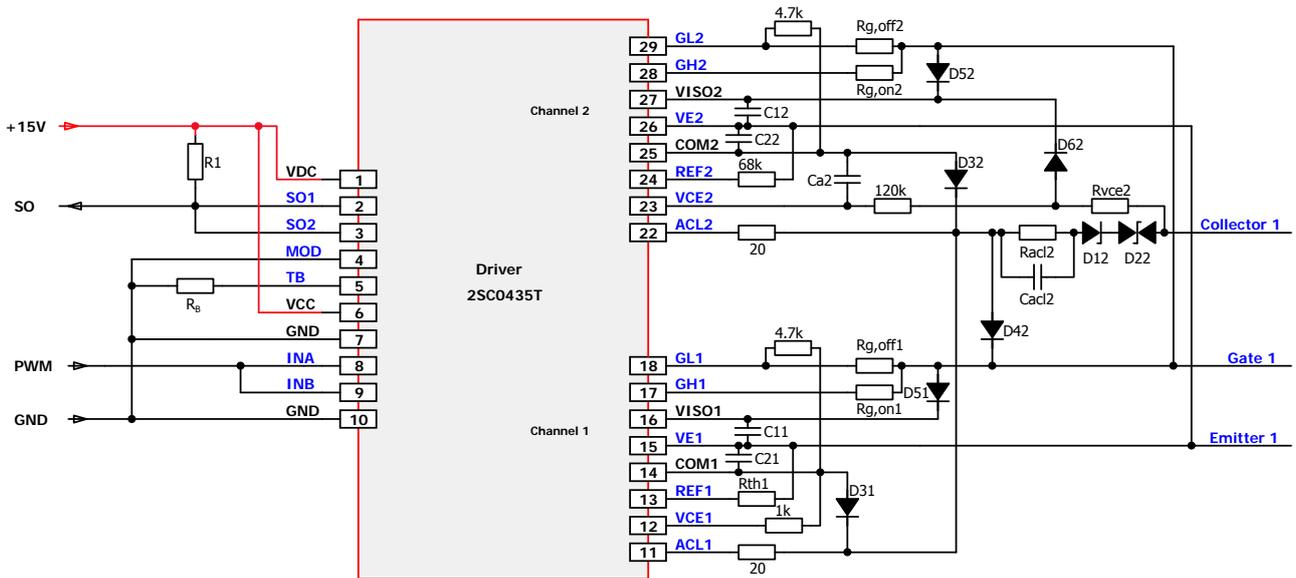

图23 将双通道驱动器并联成单输出 (2SC0435T示例)
建议按照下面的方式和图23中的电路，以将两个驱动通道合并到一个逻辑通道 (不包括2SC0108T)：
- 有源钳位在驱动器关断IGBT时控制推动级的关断MOSFET，因此，两个通道的高级有源钳位引脚ACLx都必须按照图23所示连接到20 $\Omega$ 电阻 (在2SC0635T上必须省略20 $\Omega$ 电阻和D3x，因为这些元件已存在于驱动核中)。